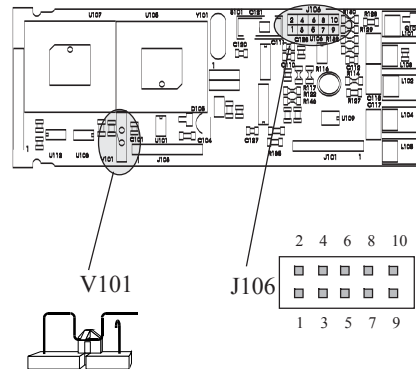

Fig. 13
- 2) Préparer le contact interne V 101 sur la position ouverte (voir fig. 13).